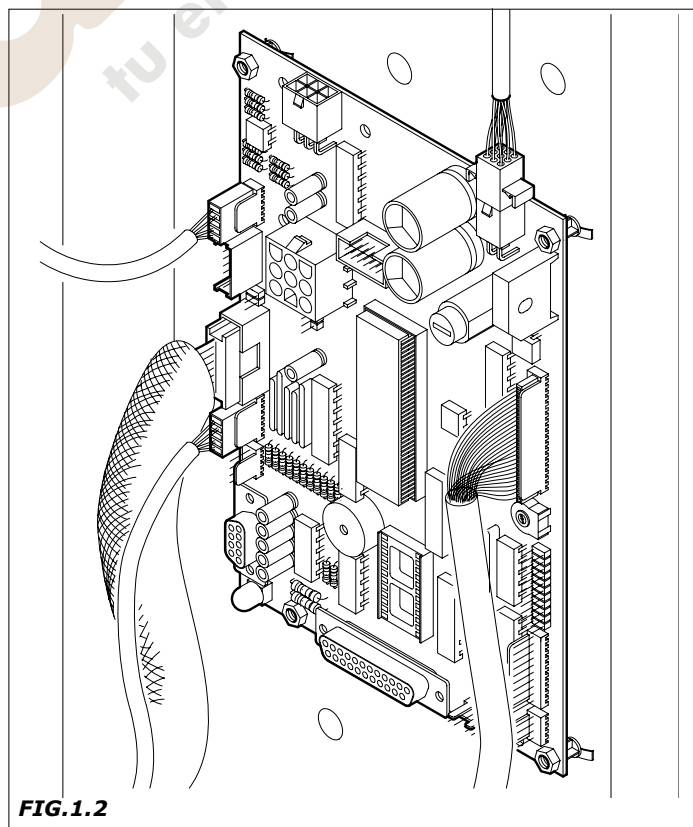

FIG.1.2
- versión del programa contenido en el microprocesador (etiqueta adhesiva sobre el componente montado en la ficha Master y en la ficha Potencia). (Fig.1.2).